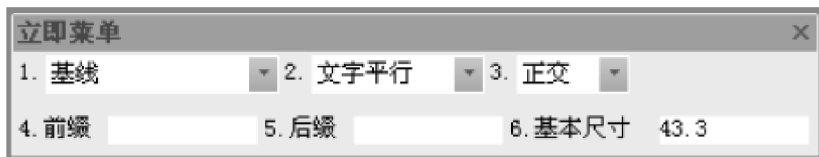

图 5-10 基线标注立即菜单 2
2) 如果拾取的是第一引出点，则弹出的立即菜单如图 5-10 所示。